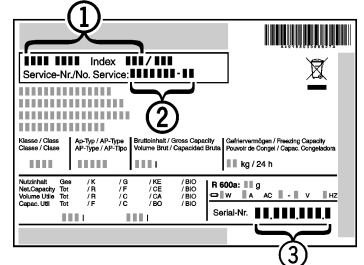

Fig. 7
- Cihazın adını *Fig. 7 (1)*, servis numarasını *Fig. 7 (2)* ve seri numarasını *Fig. 7 (3)* model plakasından okuyun. Model plakası, cihazın iç kısmında, solda bulunur.
- Müşteri hizmetlerini haberdar edin ve hatayı, cihazın adını *Fig. 7 (1)*, servis numarasını *Fig. 7 (2)* ve seri numarasını *Fig. 7 (3)* bildirin.